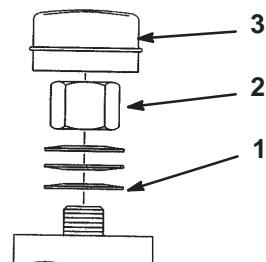

Figure 50
2. Retirez le capuchon anti-poussière de la roue et serrez le contre-écrou (Fig. 50).
3. Continuez de le serrer jusqu'à ce que les rondelles élastiques soient aplatis, puis desserrez-le de 1/4 de tour pour obtenir la précharge correcte des roulements (Fig. 50).
Important Veillez à installer les rondelles comme illustré à la Figure 50.
4. Posez le capuchon anti-poussière (Fig. 50).